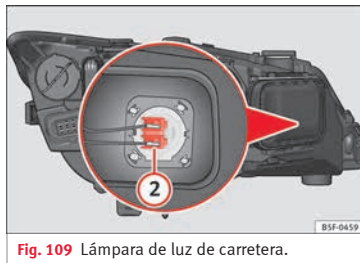

Fig. 109 Lámpara de luz de carretera.
- Presione lateralmente el conector » fig. 109 ② a la izquierda o derecha y tire.